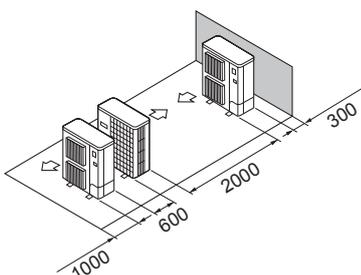

Fig. 2-16
- ⑤ Aranjare: o singură unitate pe rând, mai multe unități paralele (Fig. 2-16)